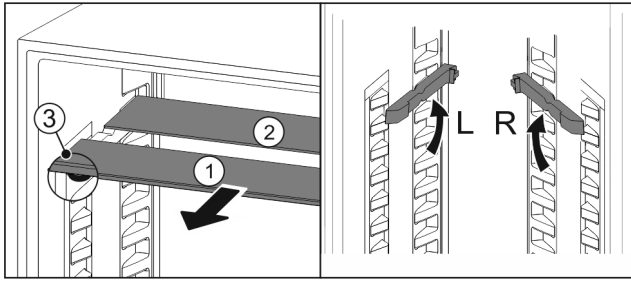

Fig. 117
- Glasplatten einzeln nach vorne herausziehen Fig. 117 (1).
- Glasplatte Fig. 117 (1) mit Zierleiste liegt vorne.
- Stopps Fig. 117 (3) zeigen nach unten.